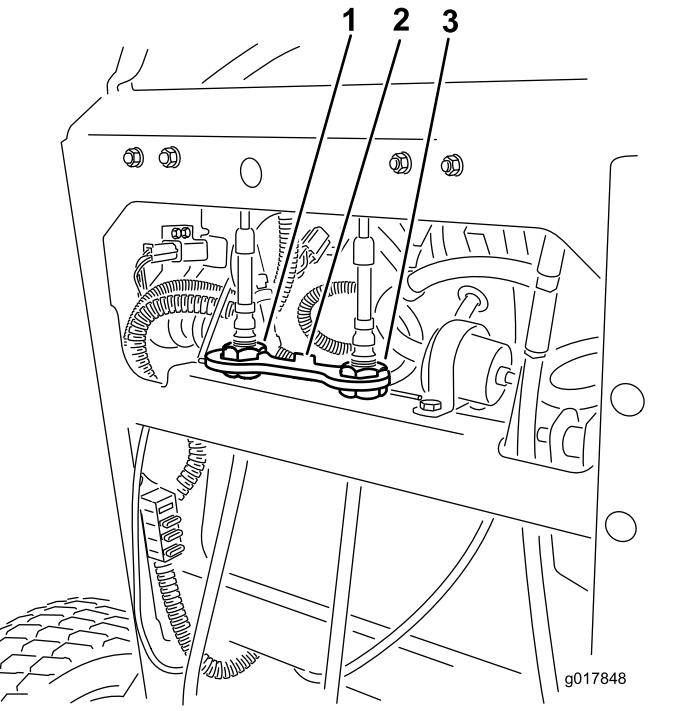

Figura 70
- Instale la pletina de bloqueo sobre las tuercas de ajuste de los cables para afianzar el ajuste (Figura 70).